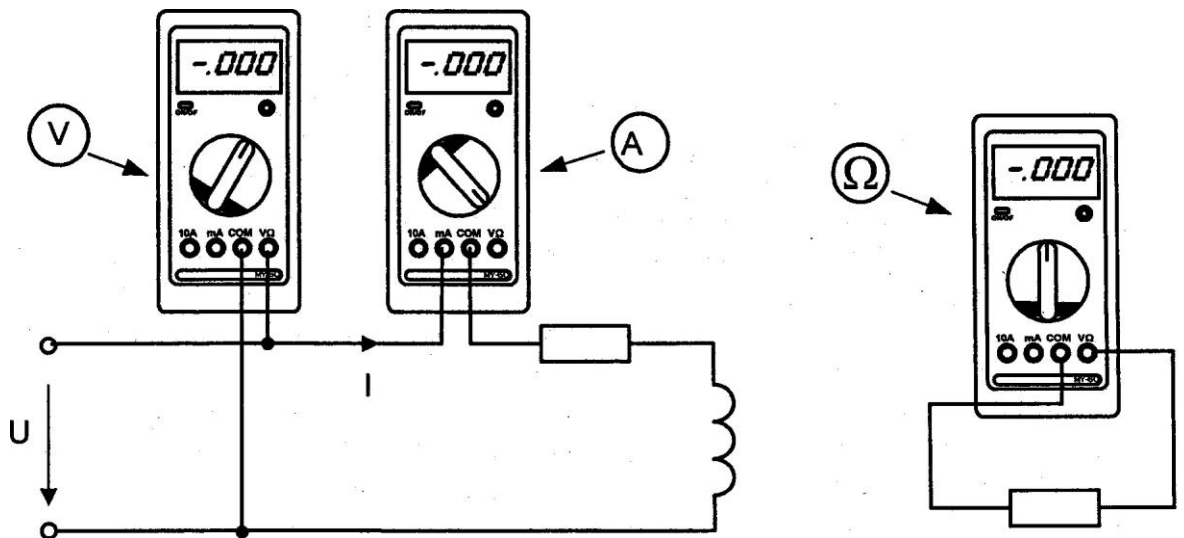

Рис. 1.5
- правильное подсоединение зажимов мультиметра к исследуемой цепи. Присоединение мультиметра как вольтметра, амперметра и омметра показано на рис. 1.5.